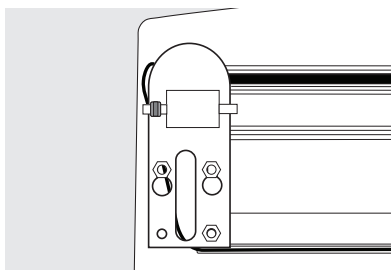

Figura 7
17. Retire la bisagra inferior izquierda usando una llave de 5/16" (8 mm) e instálala del lado derecho. Figura 7.